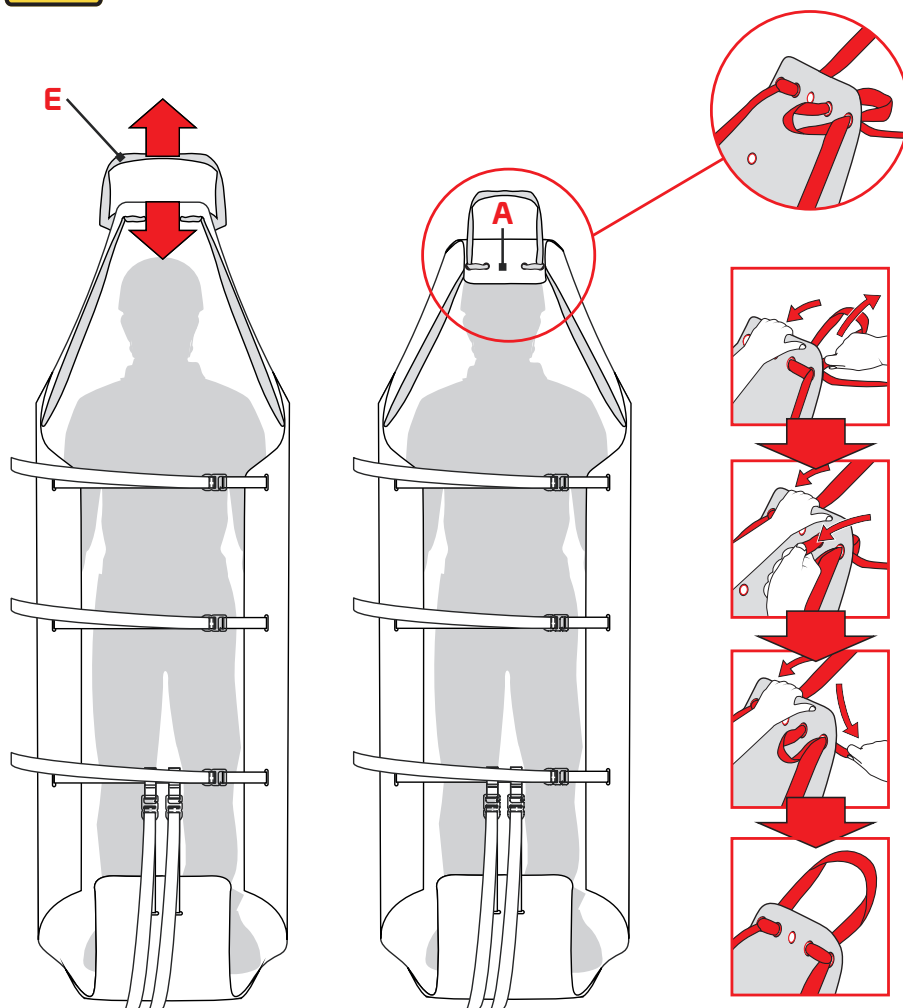

Fig.17
- c) tensionare la fettuccia (E), per sollevare la parte terminale del piano di appoggio (A) di quanto necessario a contenere la testa del paziente, e bloccarla (fig. 17).